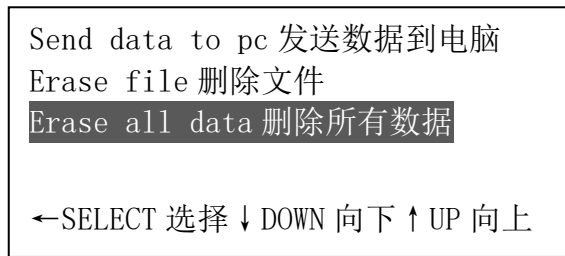

图 36
- f. 在 d 步骤若按 ↓ 或 ↑ 键将光标移至删除所有数据，如图 36: